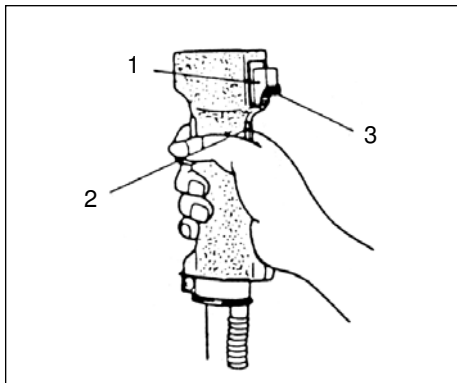

Fig.2-2
Start (Fig. 2-2, 2B)
1. Sæt tændingskontakten (1) på positionen ON. (Fig. 2-2, 2B)
2. Tryk sikkerhedsafbryderen (2) (hvis monteret) ind, træk i gashåndtaget, og tryk på låseknappen (3). Slip derefter først gashåndtaget langsomt og derefter sikkerheds-afbryderen. Det låser gashåndtaget i startpositionen. (Fig. 2-2, 2B)